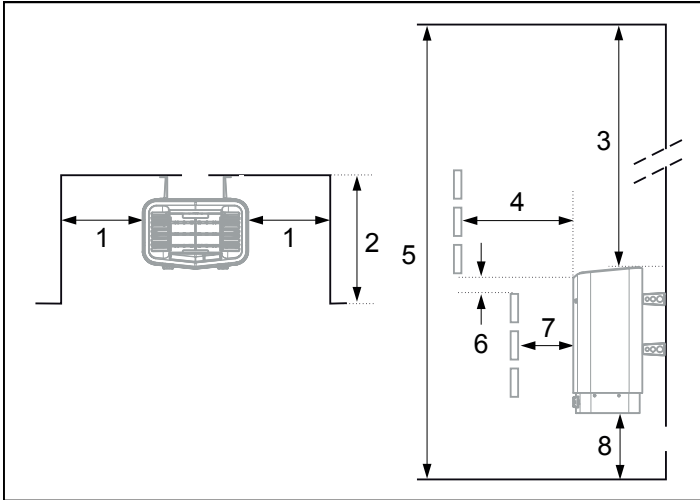

Fig 3: Emplacement du poêle – montage en encastré dans une niche
- sur le même mur que la porte (à titre exceptionnel, sur un mur adjacent, mais très près du passage de porte). Le poêle peut aussi être encastré dans une niche (cf. Fig 3).
Placer le poêle à une distance suffisante du sol, des parois latérales et des aménagements (cf. Fig 3).